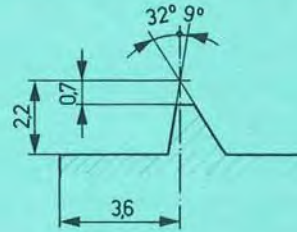

Abb. 1
Prüfung eines Profils mit verschiedenen Halbwinkeln zusammengesetzt aus ① ② Abb. 1; 2